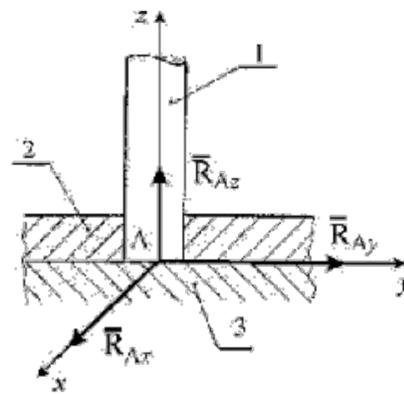

Рис. 1.18
**Подпятник** (рис. 1.18). Подпятник представляет собой соединение цилиндрического шарнира 2 и опорной плоскости 3, на которую опирается вал 1. Реакция подшипника, лежащая в плоскости перпендикулярной оси вала, представляется двумя ее взаимно-